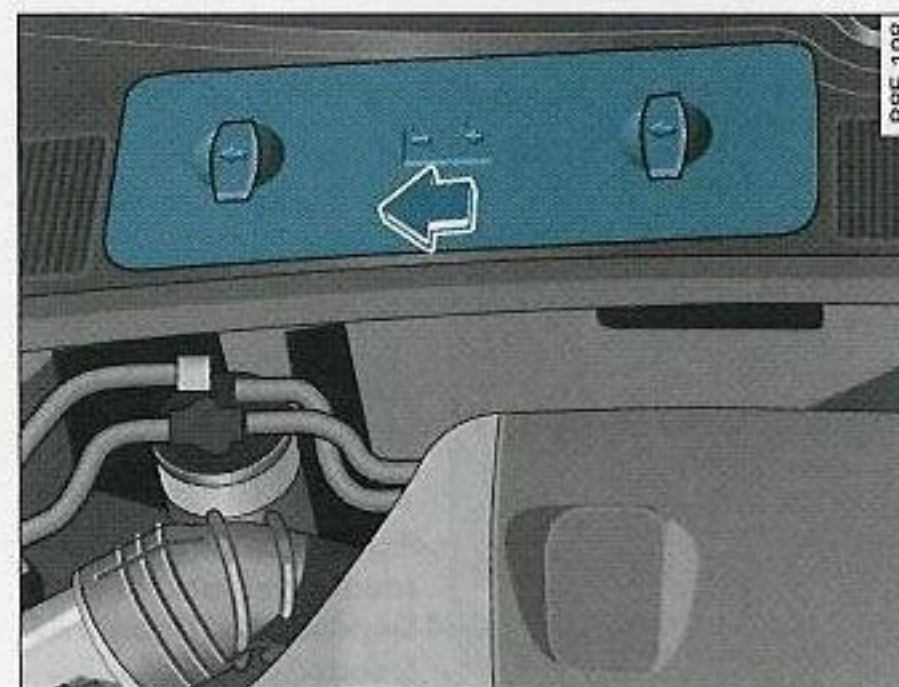

Fig. 234 Compartimento del motor, caja de aguas: Cubierta de la batería
- Haga presión sobre la cubierta en la dirección de la flecha ⇒ fig. 234. ▶